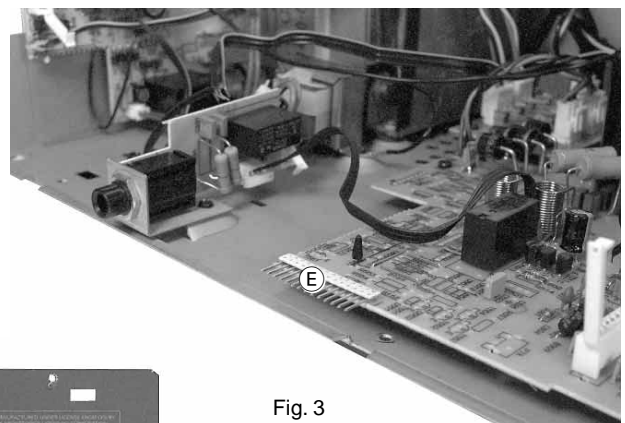

Fig. 3
- **Bei Zusammenbau auf richtigen Sitz der Steckverbindung **E** achten (Fig. 3)!**
- **When assembling the front take care of the the correct position of the connector **E** (Fig.3)!**